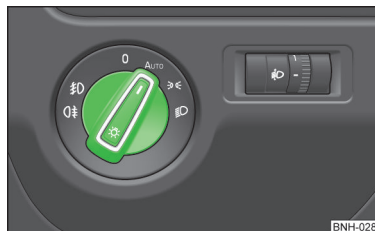

Fig. 38
Dacă comutatorul de lumini se află în poziția **AUTO** » fig. 38, lumina de poziție și lumina de întâlnire, precum și lămpile numărului de înmatriculare se activează / dezactivează automat.
- ✓ Comutatorul de lumini se află în poziția **AUTO** » fig. 38.
- ✓ Comutatorul de lumini se află în poziția **AUTO** » fig. 38 la pagina 58.